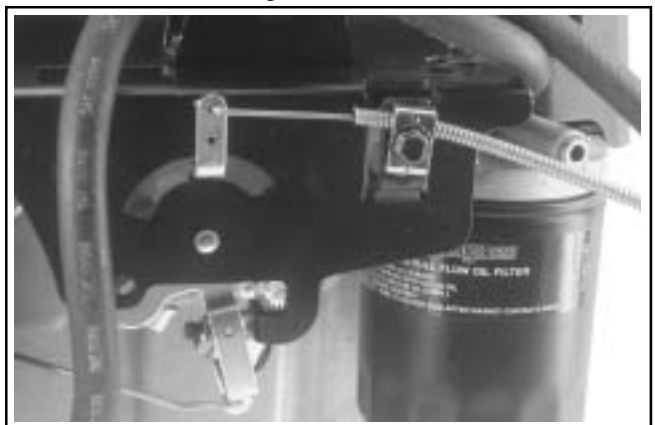

Figura 5-12. Soporte de control de velocidad con control de acelerador y estrangulador unificado.
Algunos motores están equipados con un control de acelerador y estrangulador "unificado". Este conjunto controla la velocidad del motor y el estrangulador con una sola palanca. Ver Figura 5-12.
1. Afloje la abrazadera del cable de control del acelerador. Ver Figura 5-12.